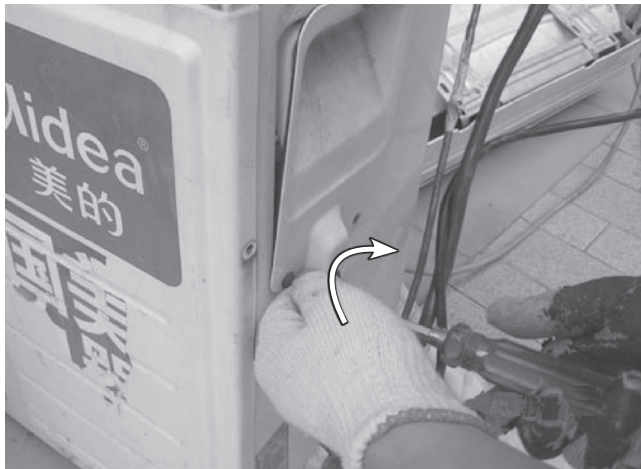
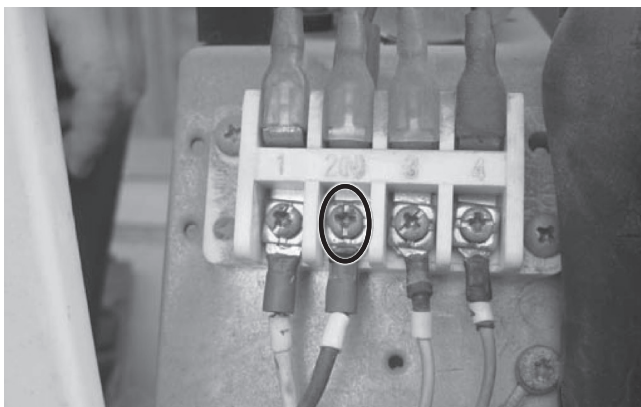

图 6-19 拆下室外机接线盒
图 6-20 一根线已熔断
2) 拆下室外机接线盒,如图 6-19 所示,接线端子中的 N 线端已经烧坏,如图 6-20 所示,与外壳相连,造成绝缘性能下降,空调器开机后漏电开关检测有漏电阻,跳开保护。